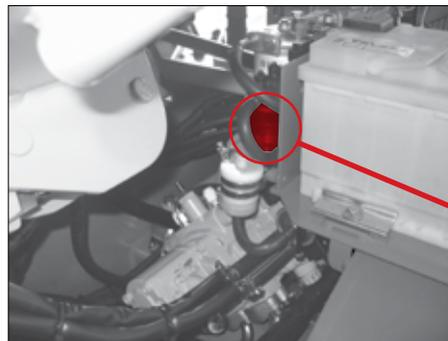

Fig. 74
1. Placer un récipient sous le séparateur d'eau pos. 1 (Fig. 74).
2. Desserrer la vis de vidange du tube-regard pos. a (Fig. 74).